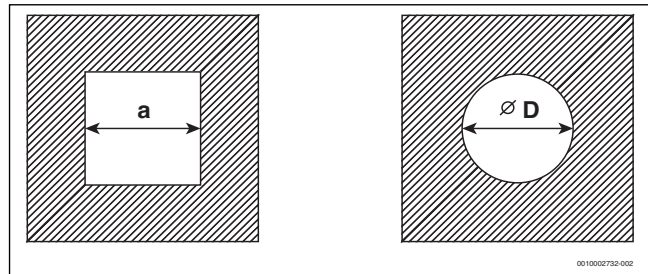

Bild 5 Rechteckiger und runder Querschnitt
- Prüfen, ob die zulässigen Schachtmaße für den vorgesehenen Einsatzfall gegeben sind. Wenn die Maße $a_{\min}$ oder $D_{\min}$ **unterschritten werden**, ist die Installation **nicht zulässig** (→ Bild 5 und Tab. 4).